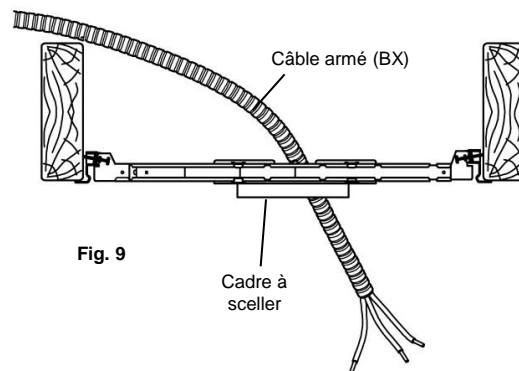

Fig. 9
3. Passez un câble armé (BX) ou un câble non métallique (NM) (également appelé câble Romex) du disjoncteur ou de la boîte de fusibles jusqu'à l'orifice de cadre en plâtre, en laissant dépasser une longueur de 15,24 cm (6 in.) - 20,32 cm (8 in.) hors de l'orifice. Vous pouvez utiliser un câble de calibre 12 AWG ou moins. (Fig. 9)